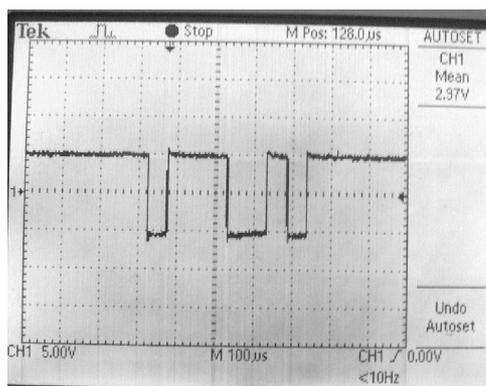

Рисунок 24
- 5) Подключить общий вход осциллографа к контакту 5 разъема ХР3, сигнальный вход осциллографа к контакту 4 разъема ХР3. При помощи осциллографа наблюдать форму контрольного сигнала в интерфейсе RS-485. Запомнить на экране осциллографа форму сигнала (рисунок 24).